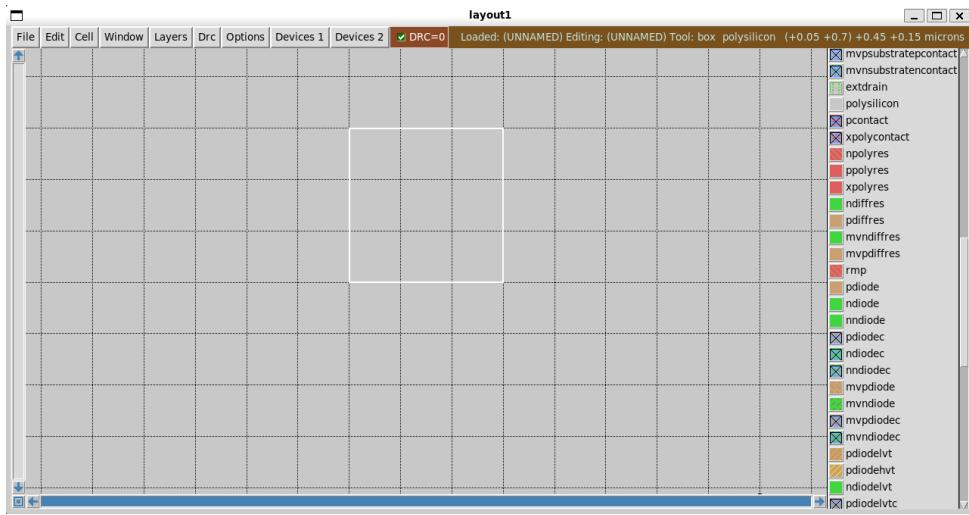

Figura 36: Resultado final: a camada de polisilício não está mais visível no layout.
Passo 3: Visualizar o resultado Imediatamente após o clique, a camada some da janela de layout, permitindo focar em outras partes do circuito. A Figura 36 mostra o resultado final, com a geometria de polisilício agora oculta.